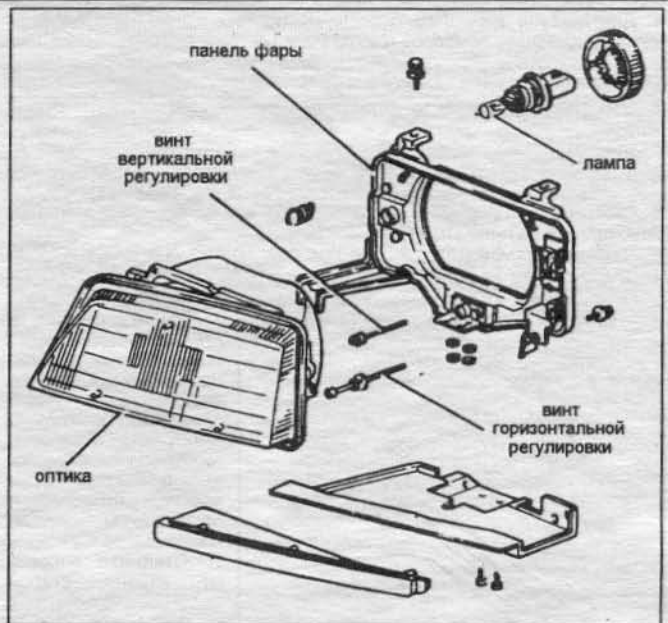

Рис. 8.4 Сборка фары.
1. Фара имеет винты горизонтальной и вертикальной регулировки (см. рис. 8.4 а).